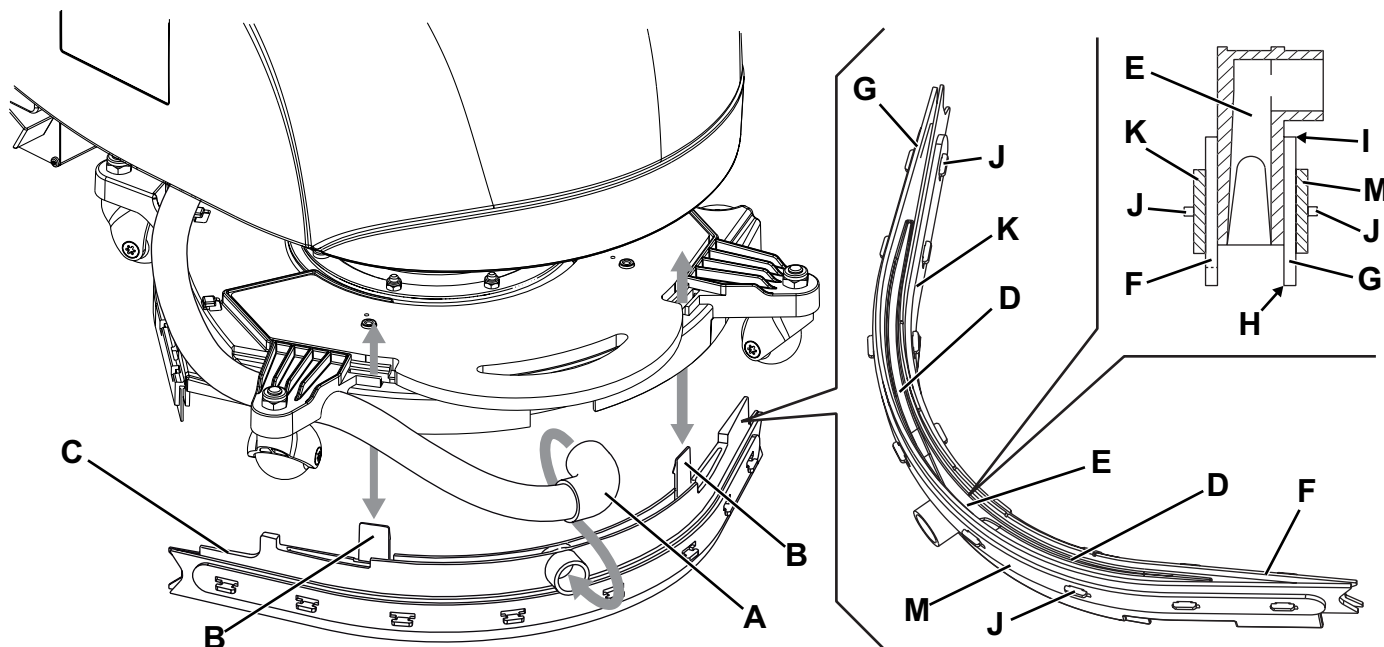

Figure 4
2. Tourner la manette (32) sur «0» et débrancher la batterie (7).
3. Tourner la tête porte-brosse / plateau support disque (12) dans le sens contraire aux aiguilles d'une montre jusqu'à fin de course.
4. Déconnecter le tuyau d'aspiration (A, Fig. 4) de l'embouchure en dévissant le collier.
5. Dégager les pinces (B) et enlever l'embouchure (C) en l'extrayant de la tête porte-brosse vers le bas.
6. Laver et nettoyer l'embouchure. Nettoyer en particulier les compartiments de convoyage (D) et l'orifice d'aspiration (E) de la saleté et des déchets.
7. Contrôler que la lamelle en caoutchouc avant (F) et la lamelle en caoutchouc arrière (G) sont intactes et qu'elles ne présentent pas de coupures ou déchirures ; dans le cas contraire, les remplacer (voir la procédure au paragraphe suivant).
2. Contrôler que la lamelle en caoutchouc avant (F, Fig. 4) et la lamelle en caoutchouc arrière (G) sont intactes et qu'elles ne présentent pas de coupures ou déchirures ; dans le cas contraire, les remplacer en procédant comme suit. Contrôler aussi que l'arête de la lamelle en caoutchouc arrière (H) n'est pas usée ; dans le cas contraire, renverser la lamelle, en remplaçant l'arête usée avec l'autre arête (I), si elle est encore intacte. Si l'autre arête est usée, remplacer la lamelle en caoutchouc, en procédant comme suit :
- Dégager la barre de fixation (K ou M) des dispositifs de retenue (J), puis remplacer (ou renverser) la lamelle en caoutchouc (G ou F).
3. Installer l'embouchure (C) en insérant les pinces (B) dans la tête porte-brosse.
4. Connecter le tuyau d'aspiration (A) à l'embouchure et serrer le collier.